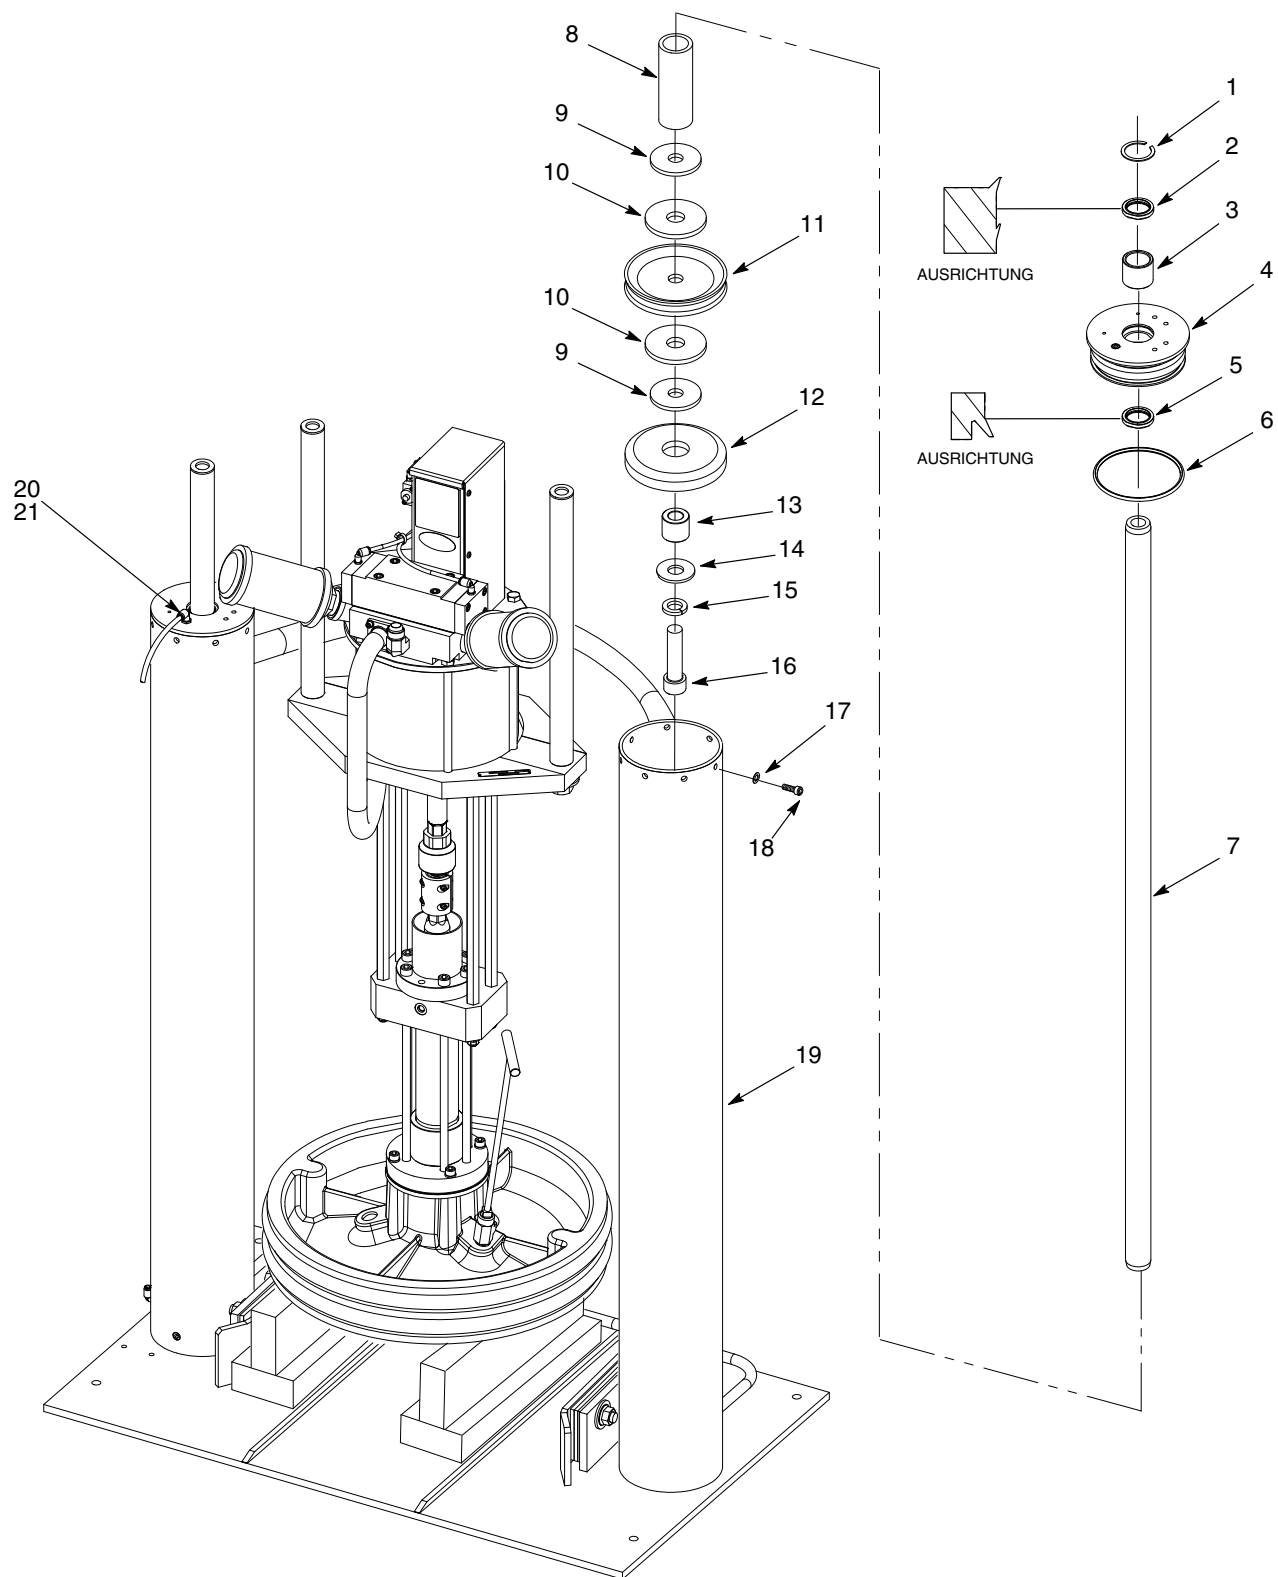

Abb. 3 Zylinder am großen Rahmen überholen
1. Siehe Abb. 3. Folgende Teile von jeder Zylinderstange (7) abnehmen:
- Stangenschraube (16)
- Sicherungsscheiben (15)
- Unterlegscheiben (14)
- unteres Kolbendistanzstück (13)
- Kolbenführungsscheibe (12)
- Kolbenhilfsplatte (9)
- Dichtungen (10)
- Kolbendichtung (11)
- Kolbenanschlag (8)
2. Den Zylinderkopf (4) von jeder Zylinderstange (7) abnehmen.
1. Siehe Abb. 3. Die Innenwände der Luftzylinder (19) reinigen. Sofort etwas O-Ring-Gleitmittel auftragen, um Korrosion zu verhindern.
2. Die Zylinderköpfe (4) und Zylinderstangen (7) reinigen.
3. Die Dichtungen (5 und 11), Abstreifer (2), Lager (3), O-Ringe (6) und Dichtungen (10) ersetzen.
1. Siehe Abb. 3. Die folgenden Neuteile mit Rohvaseline fetten und in jedem Zylinderkopf (4) installieren:
- Stangendichtung (5)
- Lager (3)
- Abstreifer (2)